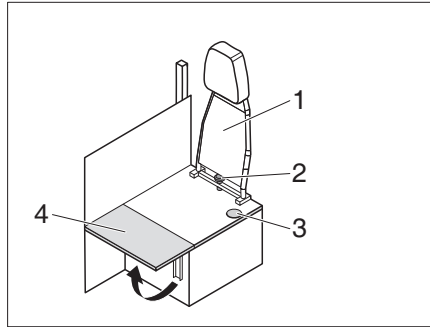

Bild 204 Ombyggnad körning - boende
- Skruva ur stjärnskruven (Bild 204,2) och ta av ryggstödet (Bild 204,1) uppåt.
- Fäll upp sittbänksförlängningen (Bild 204,4).
- ▷ Omvänd ordningsföljd gäller vid ombyggnad från boende till körning. Var noga med att säkerhetsbältet dras genom öppningen (Bild 204,3).